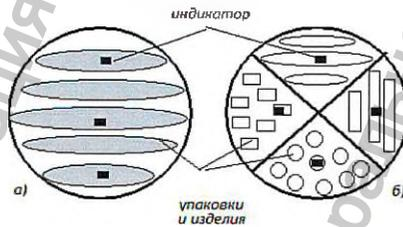

Рис.2 - Схема расположения индикаторов в стерилизационной коробке при видовой и целенаправленной закладке (а), при секторальной закладке изделий (б).
- между складками или слоями изделий из паронепроницаемых материалов (полимерные плёнки, клеёнка). В индивидуальную упаковку с трудно стерилизуемыми изделиями (одноразовые упаковочные пакеты и свёртки) помещают не менее одного индикатора. В стерилизационную коробку (бикс) при видовой и целенаправленной закладке с трудно стерилизуемыми изделиями помещают не менее трёх индикаторов: один в середину изделия в центре стерилизационной коробки и два в середину изделий, находящихся у стенок (рис.2, а). При секторальной закладке изделий (рис. 2, б) в каждый сектор помещают не менее одного индикатора в середину трудно стерилизуемого изделия.